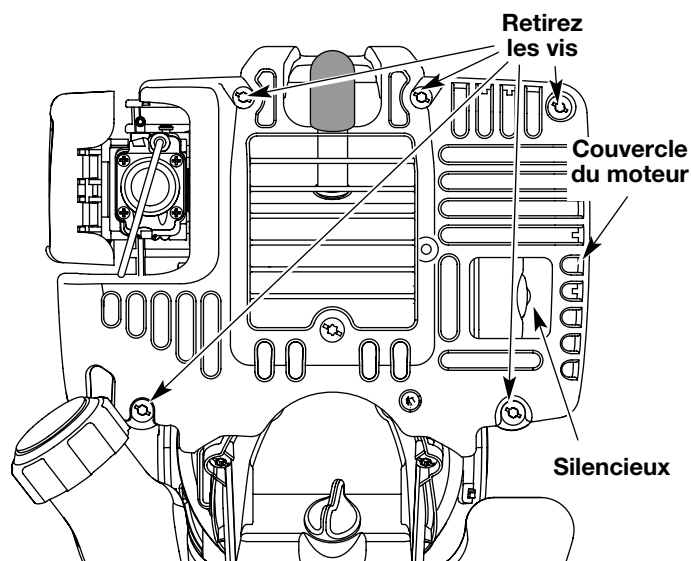

Fig. 35
1. Enlevez les cinq vis (5) du arrière du couvercle du moteur à l'aide d'un tournevis à lame plate ou T-20 Torx (Fig. 35).
5. Déposez le couvercle du moteur (Fig. 35 & 36).